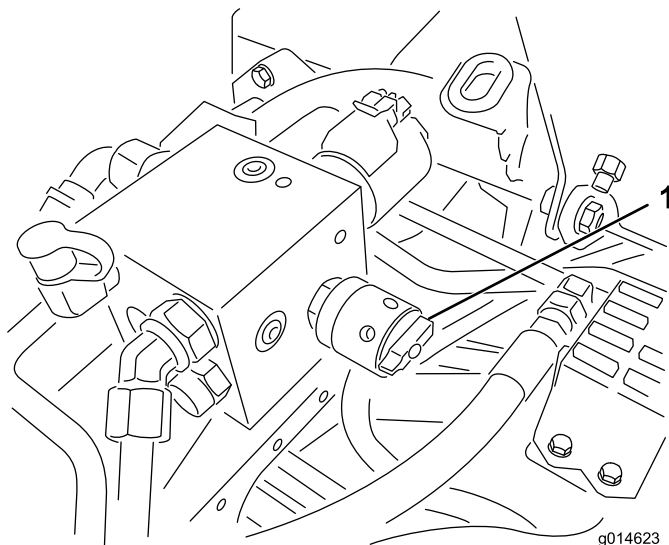

Figure 55
6. Tournez la commande de vitesse des cylindres à la position 1 (Figure 55).